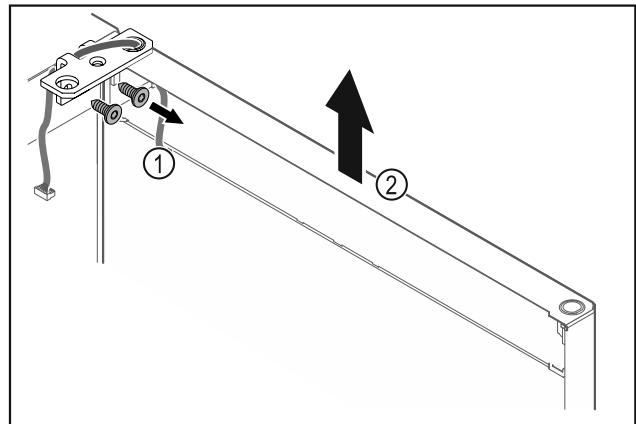

Fig. 24
► Noskrūvējiet lokāmos kronšteinus Fig. 24 (1).
► Paceliet durvis kopā ar lokāmajiem kronšteiniem Fig. 24 (2) apmēram 200 mm taisni uz augšu un noņemiet tās.